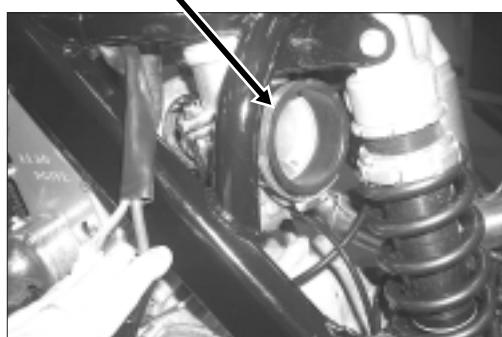

Fig. 39
- Allentare la fascetta di innesto del manichetto sulla scatola filtro aria F (Fig.39).
- Loosen the coupling engagement clamp on the air filter box aria F (Fig.39).
- Die Kupplungsklemme der Muffe auf dem Gehäuse des Luftfilters F lockern (Abb. 39).
- Desserrer le collier de raccordement de la durit sur le corps du filtre à air F (Fig.39).